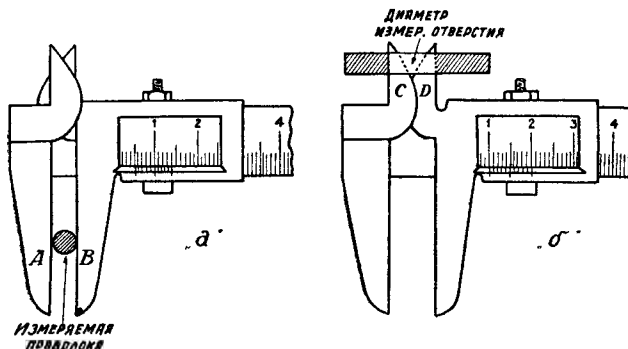

Рис. 7.
маем между концами А и В (рис. 7-а) и смотрим, на каком делении основной линейки остановилась крайняя левая черта делений нониуса. По рис. 7-а видим, что крайняя левая черта нониуса стоит после 5-го миллиметрового деления; значит, полных мм пройдено 5. Теперь посмотрим, какая черта делений нониуса точно совпала с каким-либо делением на основной линейке; в нашем примере совпала 5-я черта, значит, десятых долей мм 5, а всего 5,5 мм,—таков диаметр проволоки.
2. Для измерения диаметров отверстий нужно концы С и D ввести в отверстие, развести штанген на столько, чтобы они уперлись в стенки отверстия, и отсчитать деления, как в первом примере. На рис. 7-б показано измерение диаметра.
3. Для измерения глубин отверстий пользуемся выдвижной деталью III (рис. 5); для этого опускаем ее конец до дна отверстия, а нижний конец основной линейки упираем в верхний край отверстия (рис. 7-в). Отсчет делений—как в первом примере.